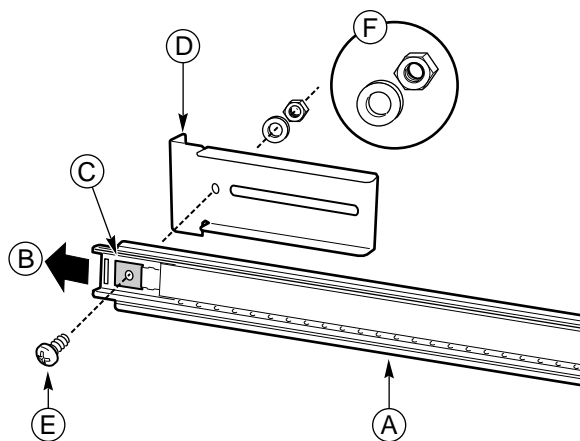

图5 螺钉、垫圈、螺母、座架和滑动装置（FL/RR）的正确对齐位置
2. 将中间部分从外部部分中展开，使得通过中间部分中的矩形孔可以看到外部部分的前端。图 5 中的 B 项显示了必须朝哪个方向展开中间部分。
4. 在中间部分里边的孔中放入一个螺钉，并用垫圈和防松螺母拧紧。螺钉、垫圈、防松螺母、座架和滑动装置的正确对齐位置如图5中所示。